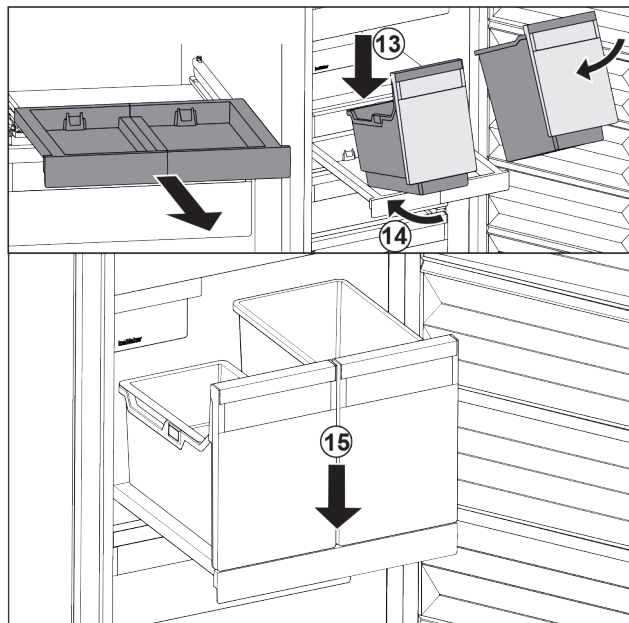

Fig. 105
- ▶ Nasadte nádobu šikmo na vyťahovaciu poličku. Fig. 105 (13)
- ▶ Zasuňte nádobu šikmo dozadu. Fig. 105 (14)
- ▶ Zložte nádobu vpredu. Fig. 105 (15)